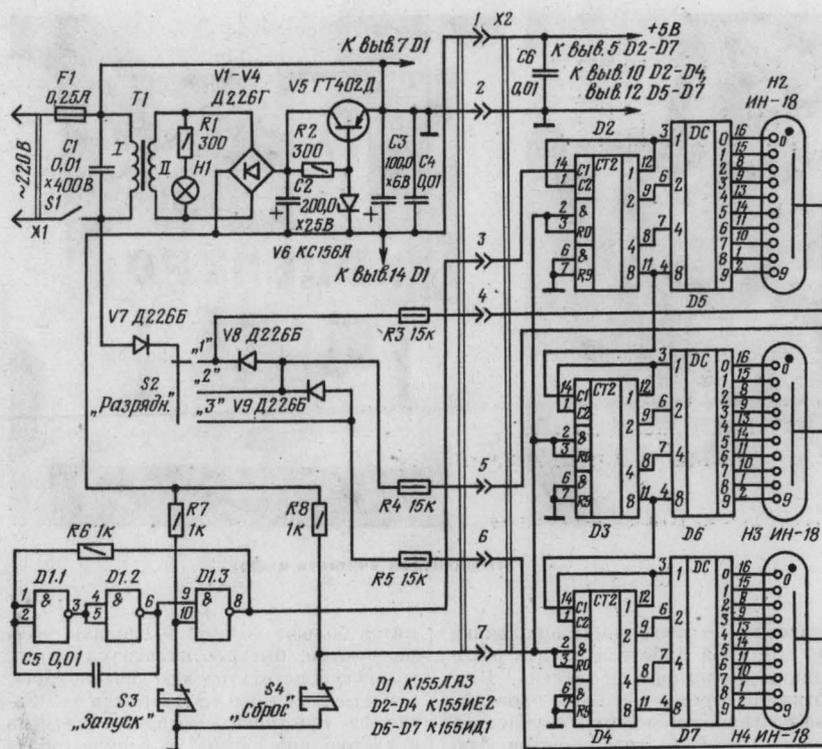

Рис. 1
**В** супергетеродинных приемниках для формирования требуемой амплитудно-частотной характеристики в тракте промежуточной частоты обычно используют многоконтурные LC-фильтры или электромеханические фильтры. При практической работе в эфире в полосу пропускания фильтра основной селекции наряду с основным принимаемым сигналом попадают помехи в виде сигналов несущей частоты АМ станции либо сигналов телеграфных станций. Такие узкополосные помехи вполне можно подавить режекторным фильтром с умножителем добротности контура Q. Принципиальная схема подобного фильтра приведена на рис. 1 на 4-й с. вкладки.
Основа автомата — трехдекадный счетчик (рис. 1), выполненный на интегральных микросхемах D2—D4, состояние которого отображают газоразрядные цифровые индикаторы H2—H4. Вход счетчика (вывод 14 микросхемы D2) соединен через контакт 3 разьема X2 с выходом генератора на микросхе-